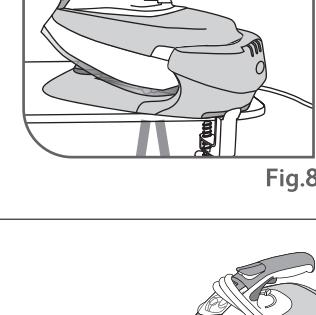

Fig.8
- Le voyant vert devient fixe – fig.8.